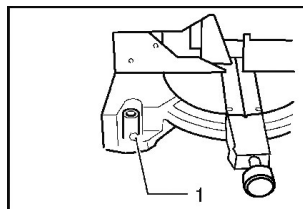

Рисунок 3
- Необходимо зафиксировать торцовочную пилу, прикрепив ее к поверхности, тем самым вы исключите движения пилы во время работы (рисунок 3).